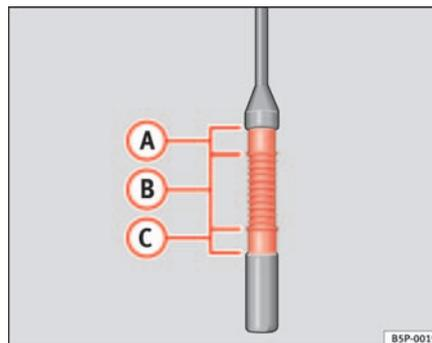

Fig. 154 Asta di misurazione livello olio motore.
- Estrarre nuovamente l'astina di misurazione e rilevare il livello dell'olio sull'estremità inferiore ⇒ fig. 154.
Non aggiungere olio se il livello si trova nel settore ⇒ fig. 154 **A**.